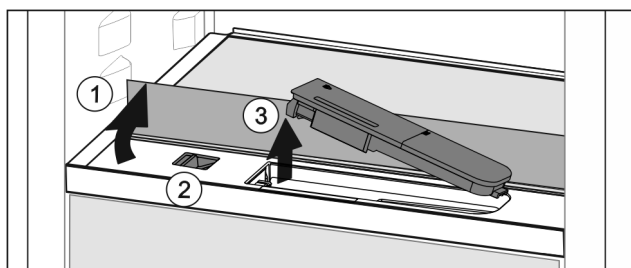

Fig. 53
- ▶ Podnieść płytę szklaną i złożyć ją z powrotem, aż do oporu Fig. 53 (1).
- ▶ Przesunąć suwak Fig. 53 (2) w lewo.
- ▶ Wyjmowanie zbiornika wody Fig. 53 (3).